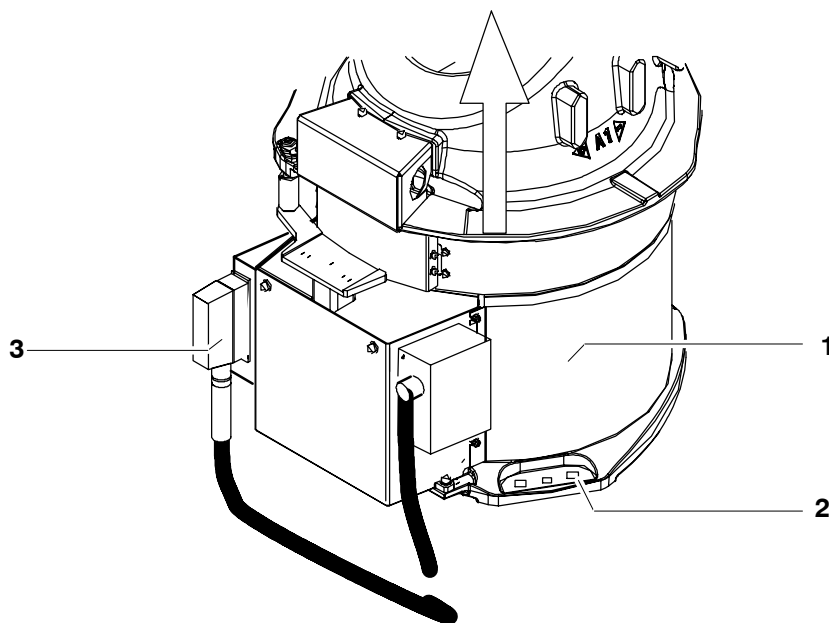

Fig. 55 Démontage du robot monté au sol
- (3) Desserrer et retirer tous les connecteurs du coffret de raccordement (Fig. 55/3).
- (4) Retirer le câble de terre.
- (5) Le cas échéant, démonter les câbles électriques et les flexibles aux deux interfaces de l'alimentation en énergie A1 ainsi que les autres câbles de périphérie du manipulateur.